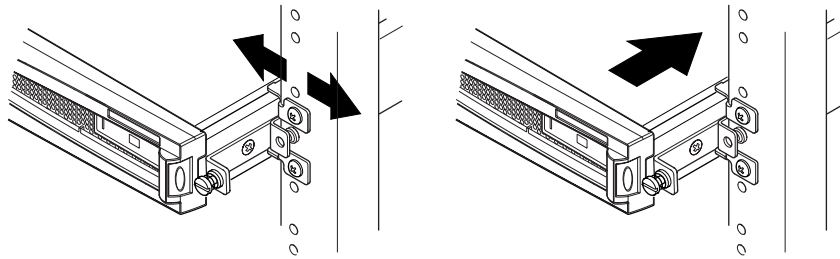

FIGURE 2-8 Ajustement des supports guidés et fixation du serveur dans le châssis
- Alignez les vis à oreilles sur les côtés du serveur avec les supports guidés dans le châssis (voir la FIGURE 2-8).